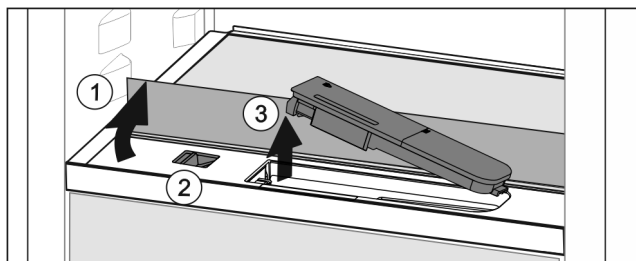

Fig. 164
- Nadvihnite sklenú dosku a až na doraz ju sklopte dozadu Fig. 164 (1).
- Potlačte posúvač Fig. 164 (2) doľava.
- Vyberte nádržku na vodu Fig. 164 (3).